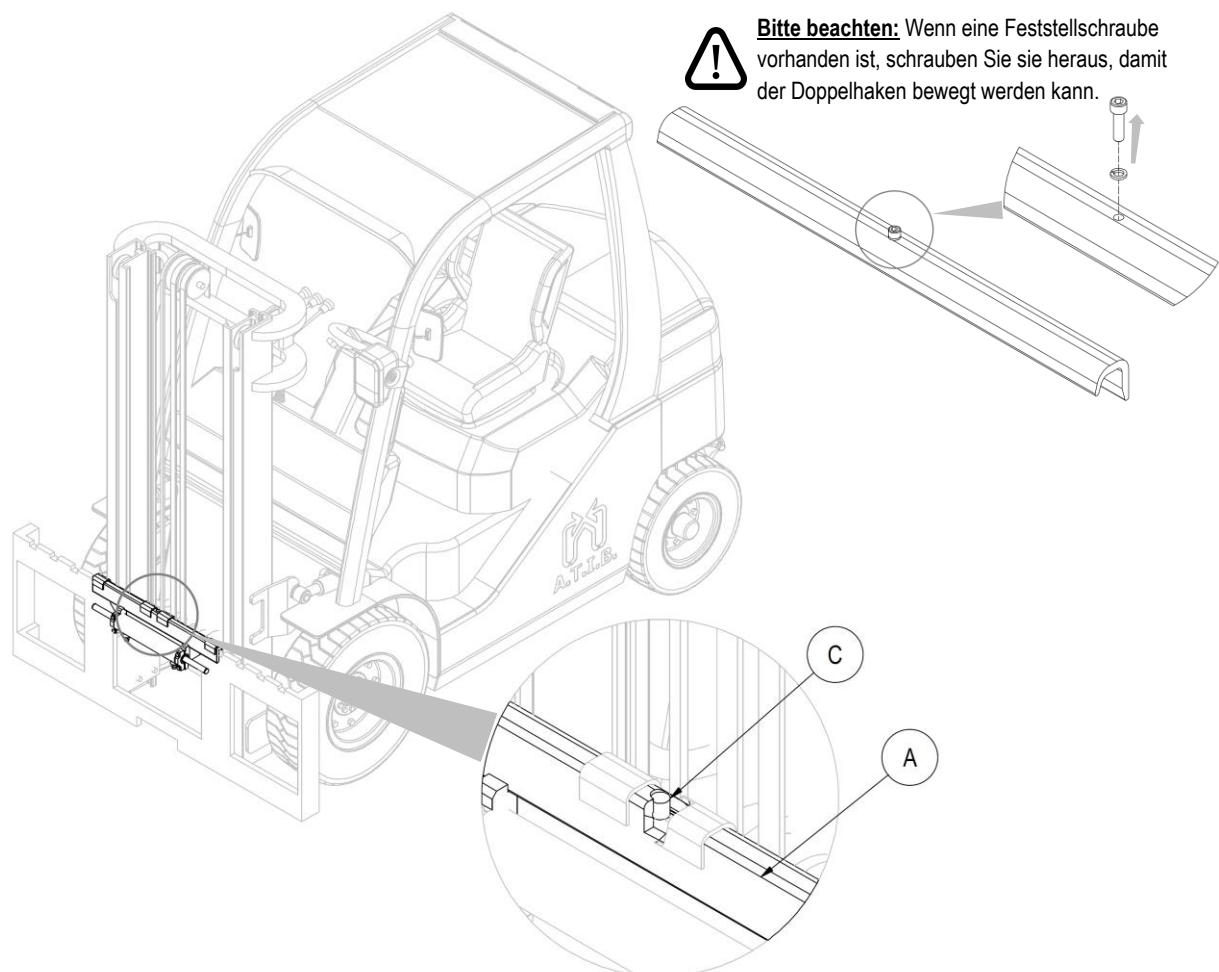

Abbildung 8
4. Nehmen Sie mit der Hand den Doppelhaken A (mit den Gleitbuchsen und dem Verfahrzylinder) und haken Sie ihn am oberen Profil der Trägerplatte der Gabel ein. Achten Sie darauf, dass der Zentrierbolzen C in der Mittelkerbe der Trägerplatte einrastet (siehe *Abbildung 8*).